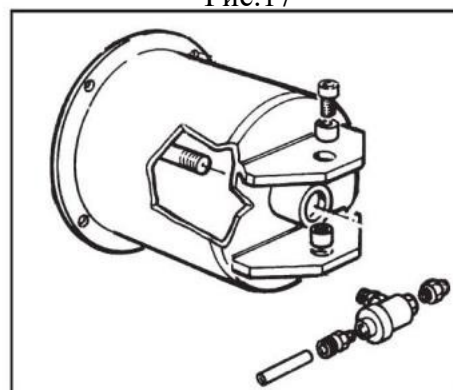

Рис.20
**Примечание:** Чтобы очистить или заменить глушитель, установленный на блок отжимной лопатки (R), смотрите рисунок 20, выполните действия, аналогичные операциям с глушителем открытия/ закрытия зажимов (п. 1,3).